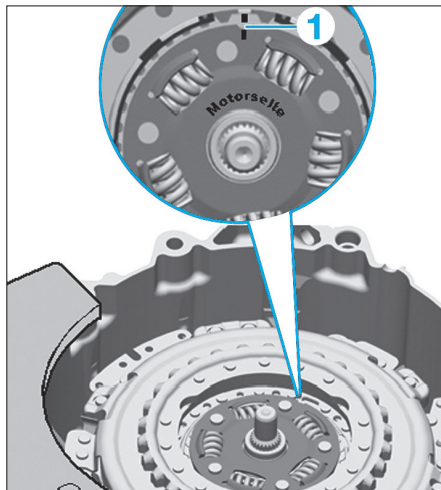

Fig. 1
- Fixer la boîte de vitesses avec l'embrayage vers le haut (Fig.1).
- Déposer le circlip du moyeu (1).